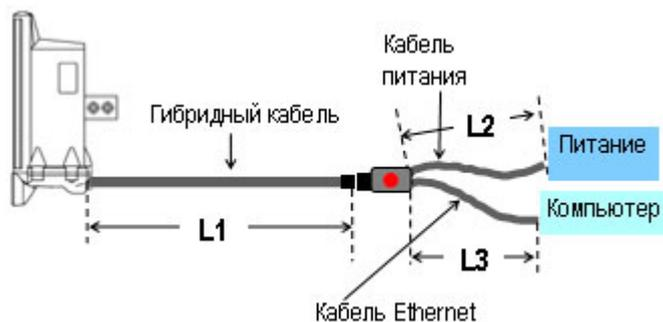

Рисунок 5. Длины кабелей
В зависимости от места крепления, используемого источника питания и положения компьютера необходимо определить длины кабелей (Рисунок 5). Длины кабелей указываются при заказе (Таблица 1).
**ПРИМЕЧАНИЕ.** По умолчанию моноблок поставляется с кабелями определенной длины (Рисунок 5, Таблица 1).
Gx: x – длина гибридного кабеля в метрах (L1, **Рисунок 5**)
Ex: x – длина кабеля Ethernet в метрах (L3, **Рисунок 5**)
Px: x – длина кабеля питания в метрах (L2, **Рисунок 5**)